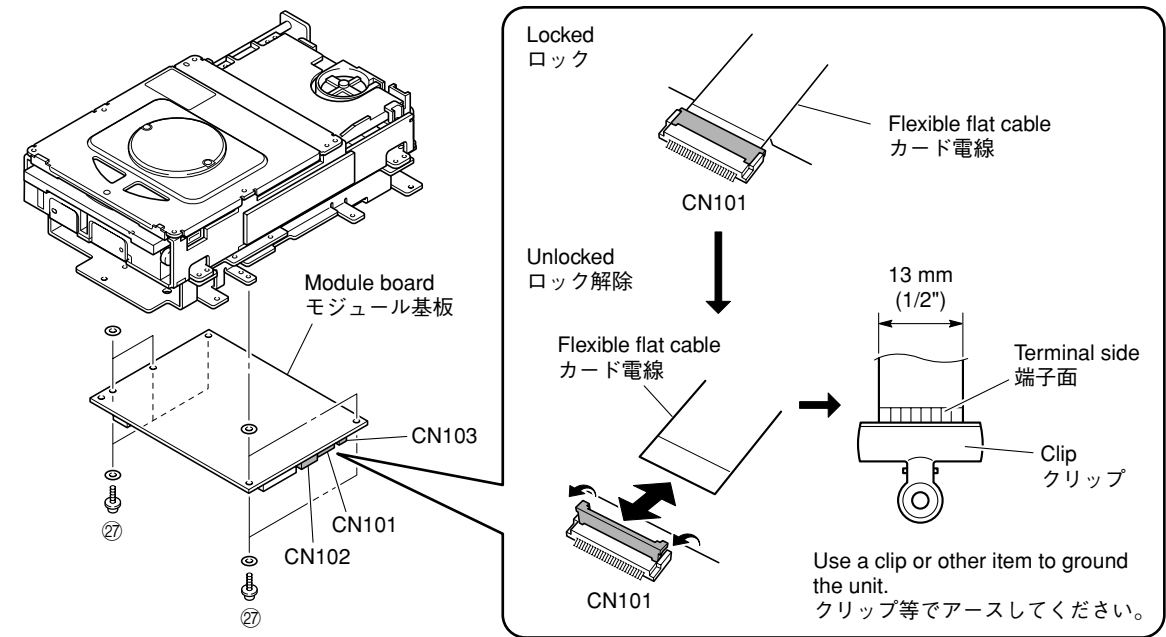

Fig. 9
- a. Remove CN102 and CN103. (Fig. 9)
- b. Unlock CN101 and then disconnect the flexible flat cable, and ground the terminal face of the flexible flat cable with a clip or the like. (Fig. 9)
- c. Remove 5 screws (27). (Fig. 9)
- d. Remove the module board. (Fig. 9)
- a. CN102-103を外します。(Fig. 9)
- b. CN101のロックを解除してカード電線を外します。次に外したカード電線のクリップ等で端子面をアースします。(Fig. 9)
- c. 27のネジ5本を外します。(Fig. 9)
- d. モジュール基板を取り外します。(Fig. 9)